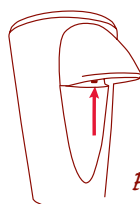

Figura 3
3. Para retirar la paleta de triturar, presione el botón situado debajo del vertedor de hielo. Si no puede presionar el botón, gire media vuelta la paleta de triturar e intente nuevamente (Figura 3).